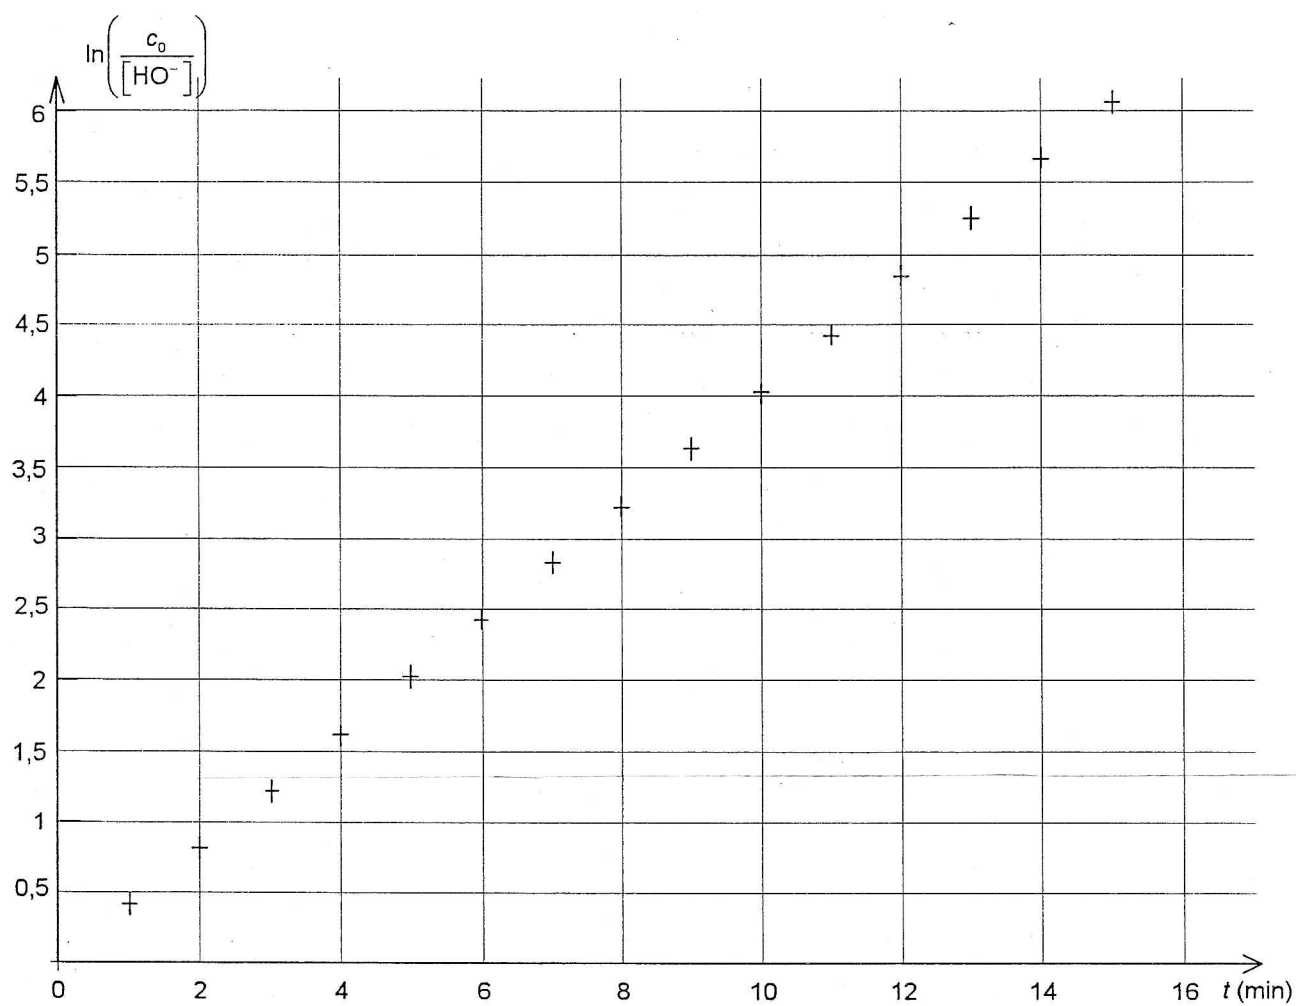

Figure 3. Courbe  $\ln\left(\frac{c_0}{[HO^\bullet]}\right) = f(t)$
2.3.6. Pour calculer le temps de demi-réaction, un élève du groupe de T.P.E. a construit la courbe représentative de  $\ln\left(\frac{c_0}{[\text{HO}^-]}\right) = f(t)$  et a obtenu le graphe de la FIGURE 3 DE L'ANNEXE EN PAGE 11.